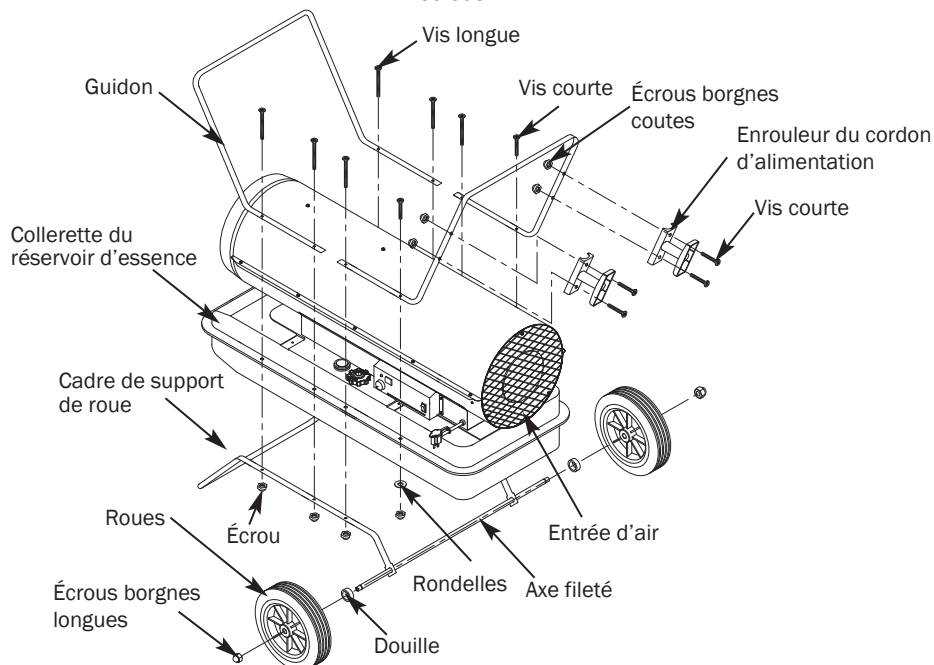

Figure 4 – Ensemble de roues et de poignée
4. Placer le radiateur sur le cadre de support de roue. S'assurer que l'entrée d'air (arrière) du radiateur est par-dessus les roues. Aligner les trous sur la collerette du réservoir de combustible. Insérer les vis longue à travers les poignées (avant et arrière), la collerette du réservoir de combustible et le cadre de support de roue. Insérer les vis courte à travers les poignée arrière, la collerette du réservoir de combustible et le rondelles plates courte, comme l'illustre la Figure 4, et serrer l'écrou à la main après avoir inséré chaque vis.
7. Insérer les vis à travers le dispositif d'enroulement du cordon, poignée arrière, comme l'illustre la Figure 4, et serrer l'écrou à la main après avoir inséré chaque vis.